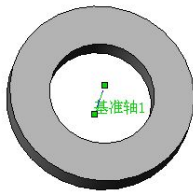

图 1-40 选择临时轴作为基准轴
(1) 【一直线/边线/轴】：选择一条草图直线或边线作为基准轴，或双击选择临时轴作为基准轴，如图 1-40 所示。